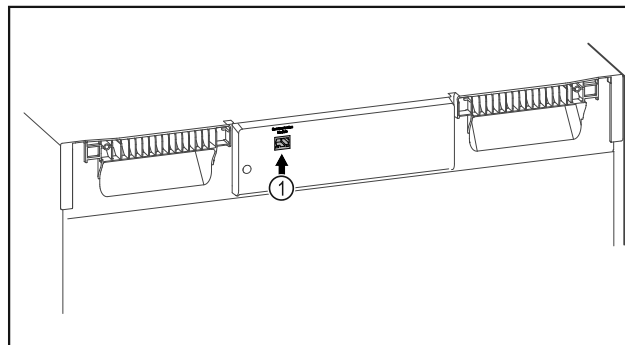

Fig. 110
- A SmartModule Fig. 110 (1) be van helyezve.